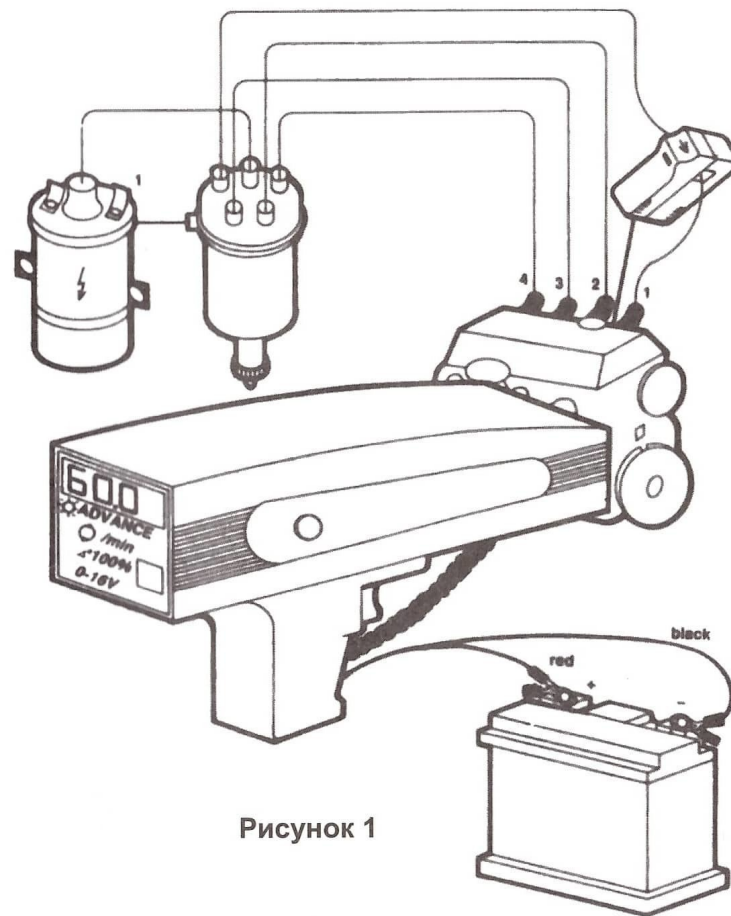

Рисунок 1
Питание стробоскопа осуществляется непосредственно от аккумуляторной батареи. Подсоедините красный зажим к положительному (+) контакту, а черный зажим к отрицательному (-) контакту. (См. Рисунок 1)
3. Подсоедините красный зажим к положительному (+) контакту батареи, а черный зажим – к отрицательному (-). (См. рисунок 1.)